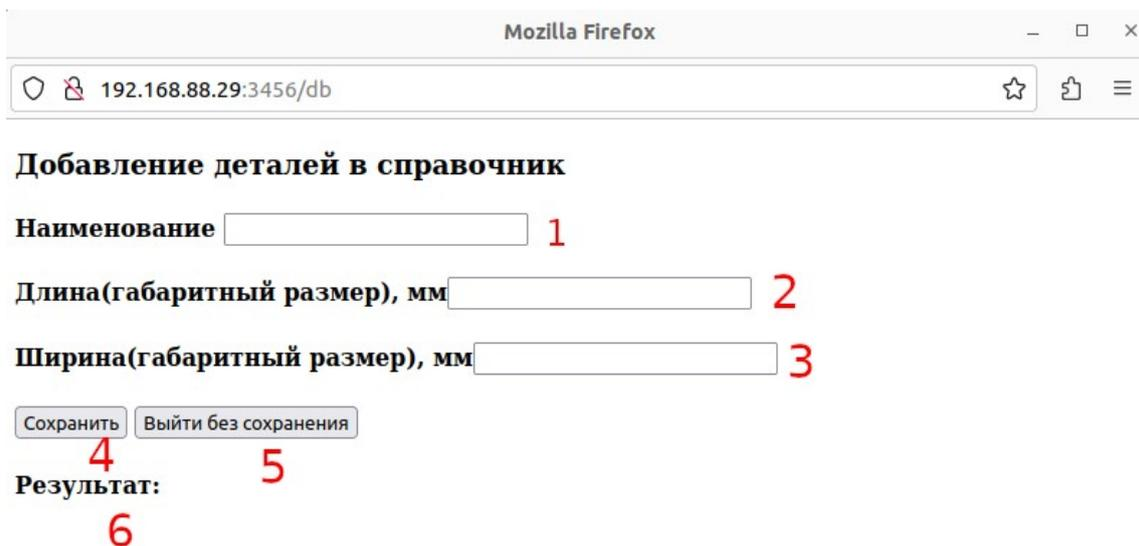

Рисунок 5. Окно «Добавление детали в справочник» интерфейса пользователя.
Обязательным для заполнения является поле «Наименование» (рис. 5, поз. 1). Наименование детали должно быть уникальным. В случае, если наименование детали в справочнике уже существует, при попытке сохранения в поле «Результат» (6) будет выдано сообщение об ошибке.
Поля «Длина» (рис. 5, поз. 2) и «Ширина» (рис. 5, поз. 3) являются справочными и не являются обязательными для заполнения.
Для внесения заполненных данных необходимо нажать кнопку «Сохранить» (рис. 5, поз. 4). Для отмены операции необходимо нажать кнопку «Выйти без сохранения» (рис. 5, поз. 5) или просто закрыть окно.